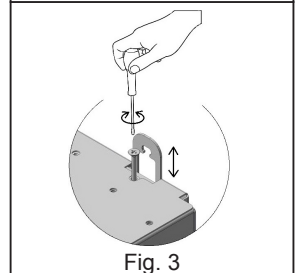

Fig. 3
- b) Estribo posterior com nivelção automática com parafusos e buchas de expansão fornecidos de série (Fig.3)